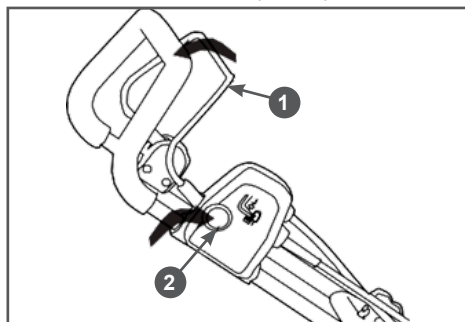

Рис. 7 Включение электродвигателя
3. Нажмите и удерживайте кнопку пускового выключателя (Рис.7).
4. Не отпуская кнопку выключателя прижмите рычаг выключения к рукоятке управления и удерживайте ее в этом положении (Рис.7).